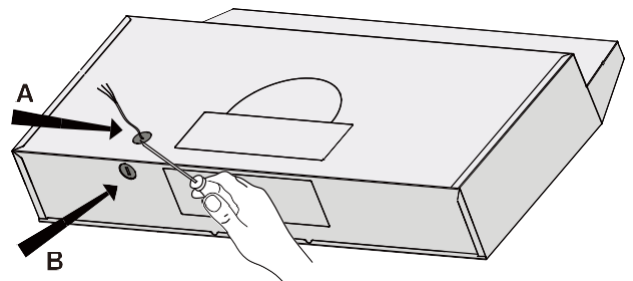

Figure 3
- Utilisez un outil pour percer le trou de câblage, à partir des deux options de trous. Choisissez le trou A ou le trou B en fonction des exigences de câblage (voir figure 3).